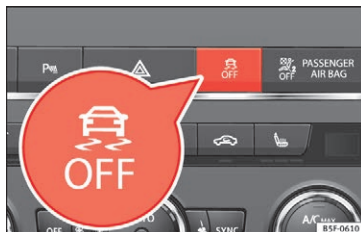

Fig. 190 Midterkonsol: knap til aktivering/deaktivering af ESC og ASR
- Tryk på knappen  » Fig. 190 i ca. 1 sek. for at deaktivere ASR.
- Tryk på knappen  » Fig. 190 i mere end 3 sek., så bliver den elektroniske stabilitetskontrol (ESC) inklusive ASR deaktiveret.
- Du aktiverer funktionen ASR og den elektroniske stabilitetskontrol (ESC) igen ved at trykke på knappen  » Fig. 190 igen.